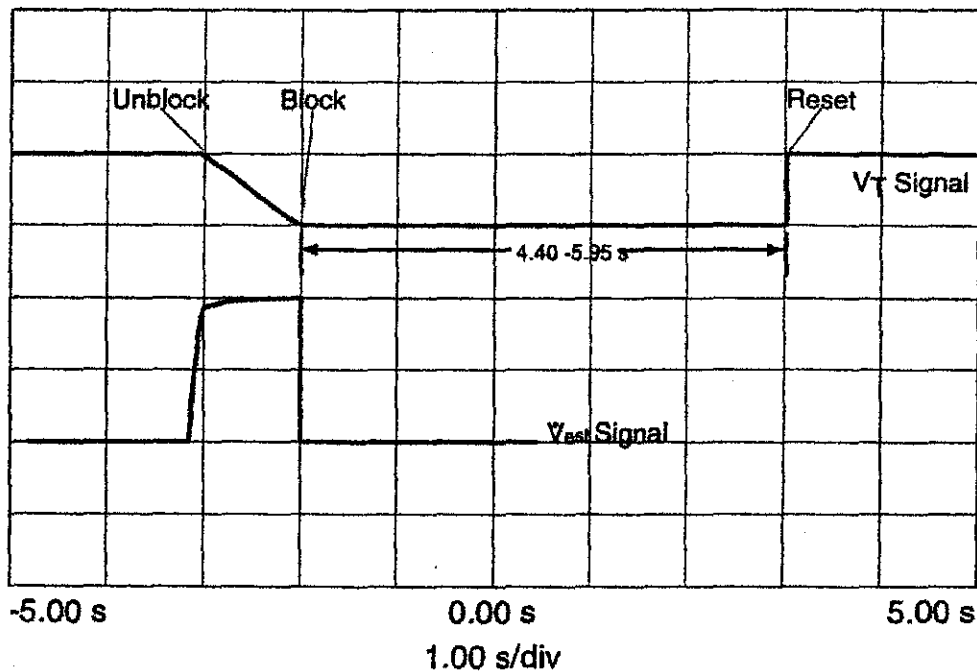

Abbildung 7
- Abbildung 7 anschauen. Testadapter öffnen. V_T -Signal sollte für ungefähr 1s ansteigen. Dann den Testadapter wieder verschließen.